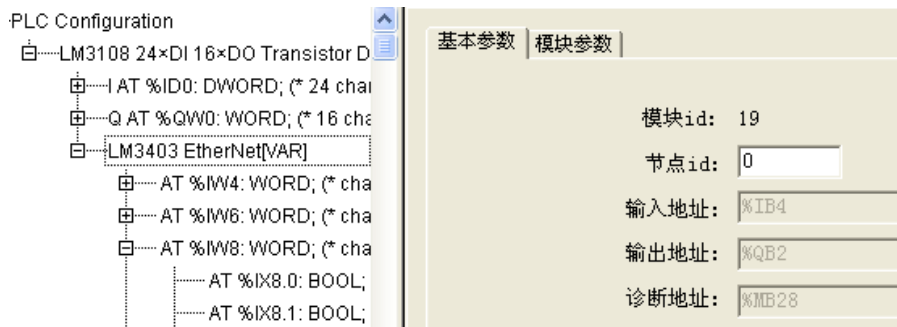

图 B-3-2
- 以太网指令中的 Address 与图 B-3-2 所示的节点 id 一致，PC 机向 PLC 发送的数据 A、B 分别存放在下图所示的%IW4、%IW6，位 C 存放在%IX8.0。